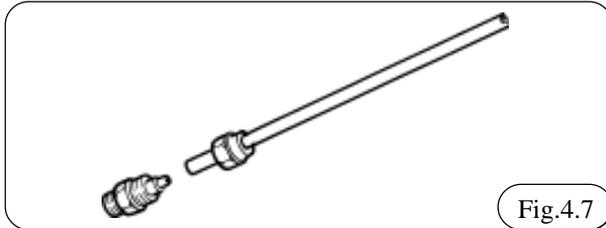

Fig.4.7
- Lorsque le tube est relié, bloquez-le avec les raccords fournis fig 4.7